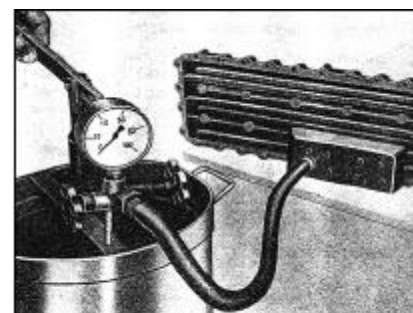

РИС. 130
- 3) Соедините резиновый шланг с ручным насосом, опущенным в контейнер с горячей водой см., рис. 130 (температура воды 70° – 80° C).